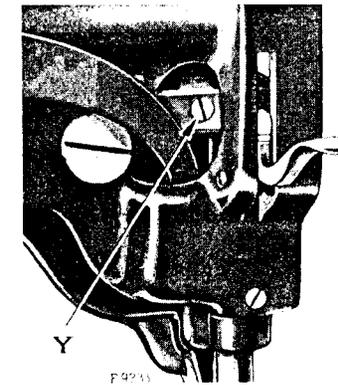

FIG. 21. PARA REGULAR LA ELEVACIÓN DEL PRENSATELAS
Para cambiar la elevación relativa de los pies alzador y vibratorio, álcese el prensatelas con la palanca de rodilla, y aflójese el tornillo que sujeta el soporte de la barra alzadora (Y, Fig. 21) que se halla detrás de la máquina; y muévase la barra del prensatelas hacia arriba o hacia abajo, según sea necesario, apretando luego el tornillo (Y) con firmeza.